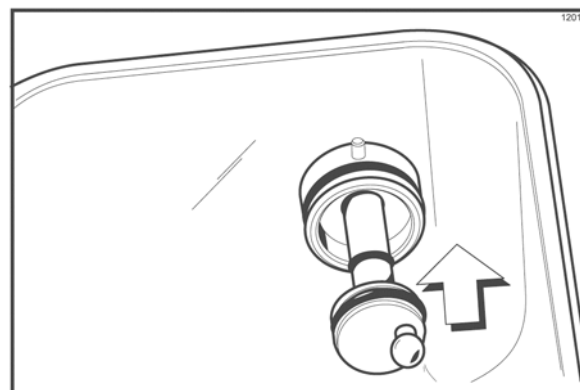

Figura 13
14. Instale el extremo hexagonal del eje motor en el cubo motor de la pared trasera de la bomba de mezcla. (Vea la figura 13.)